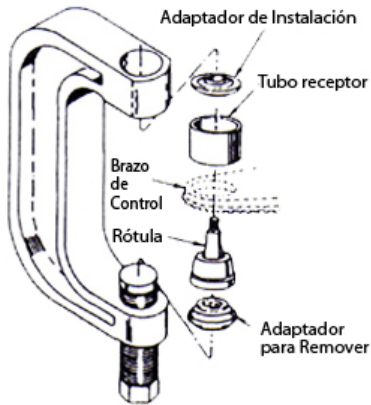

FIGURA 2
3. Ensamble los componentes de la prensa para rótulas como se muestra en la Figura 2, posicione el tubo receptor, apriete el tornillo forzador. Verificar la alineación de la herramienta y componentes, continúe apretando el tornillo forzador hasta que la rótula esta sentada firmemente.